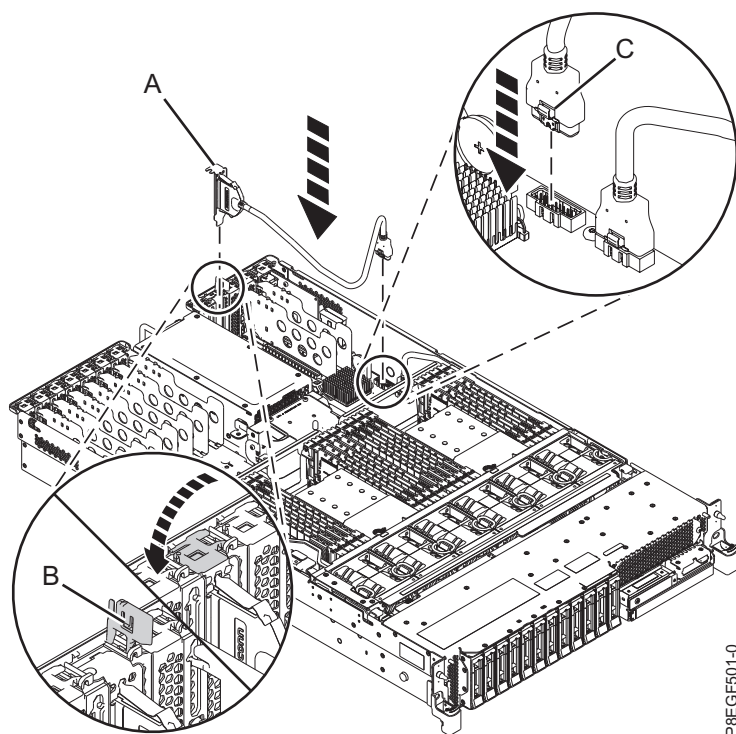

図 2. 背面 USB ケーブルの再取り付け
2. 5 ページの図 2 に示すように、背面 USB ケーブル・ハウジング (A) をシステムの後部にある PCI アダプター・スロット P1-C4 に挿入します。
3. アダプター・ラッチ (B) を押し下げ、ケーブルをシャーシの右側に沿って配線します。
4. 背面 USB ケーブルの他方の端のプラグ (C) をシステム・バックプレーン上のコネクタに差し込みます。